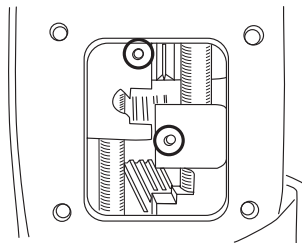

Рис. 7
- а. установите направляющие штифты (**Рис. 7** обведены) в вилки переключения РК (диаметр штифтов 4 мм, высота над вилкой должна составлять 4-5 мм);